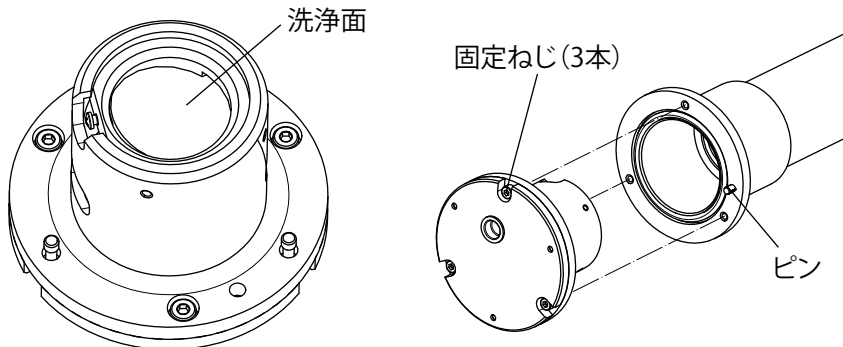

図6.5 リフレクタ部と取り付け、取り外し方法
- (1) リフレクタの固定ねじ3本を外し、リフレクタ部を取り外します（図6.5参照）。
- (2) 清浄かつ乾燥した計装空気または窒素ガスを使用し、リフレクタ表面上の粒子状物質を吹き払います。
- (3) 温水と低刺激性石鹼洗剤を使用し、リフレクタ表面を傷つけないような柔らかい布で優しく拭きます。